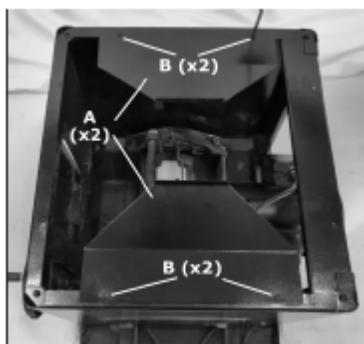

Рис. 9
6. Перевернуть нижней частью вверх основной корпус станка, прикрепить две плиты основания А (рис. 9, А) на корпус винтами M5x10 (рис. 9, В).